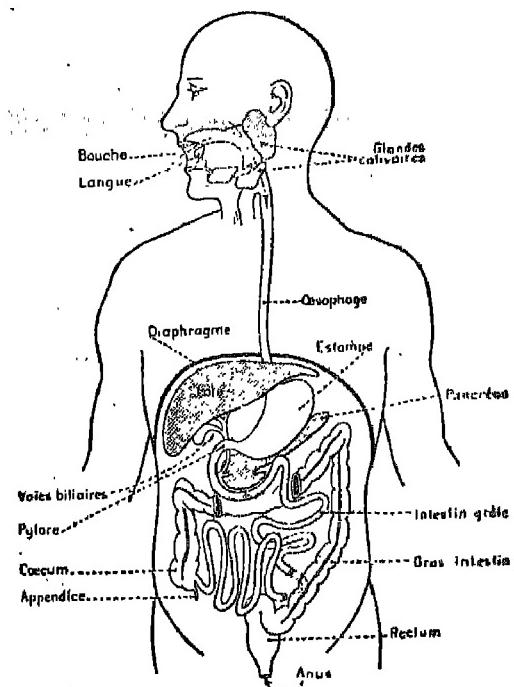

Fig. 1. — Les différentes parties du tube digestif.
1. Révisez les différentes parties du tube digestif sur la fig. 1. Rappelez rapidement le rôle de chacune d'elles.
Broyés dans la bouche par les *dents*, ils sont avalés, puis parcoururent l'*œsophage*, l'*estomac*, l'*intestin grêle* et le gros *intestin* (fig. 1).